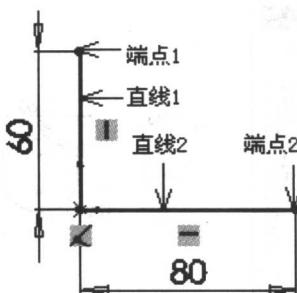

图 2-2 标注直线尺寸
- 标注尺寸。单击智能尺寸按钮，进行尺寸标注，结果如图 2-2 所示。